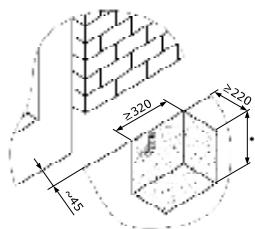

Рисунок 2.
- Подготовьте яму (рис. 2) под фундамент для привода. Расположение ямы относительно проема выберите в зависимости от конструкции ворот (например, при самонесущих воротах привод располагается так, чтобы шестерня находилась посередине между роликовыми опорами). Яму выполнайте на глубину, при которой не происходит промерзание грунта.
- Залейте бетон в подготовленную яму (*рис. 2*).